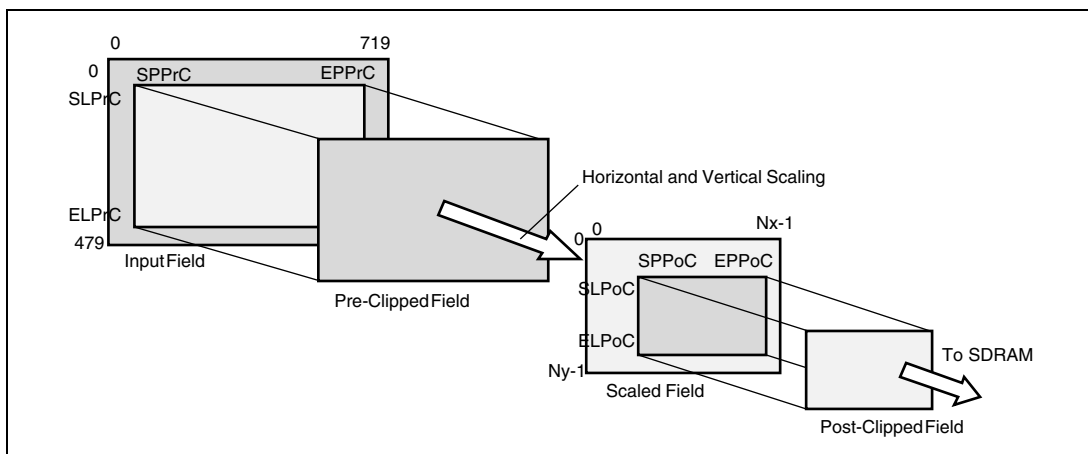

図 13.5 クリッピングの例
水平、垂直スケーリング後、Start Line Post-Clip (SLPoC)、End Line Post-Clip (ELPoC)、Start Pixel Post-Clip (SPPoC) および End Pixel Post-Clip (EPPoC) レジスタの設定値によりポストクリッピングされます。サイズクリッピングの例を図 13.5 に示します。
ここですべてのポストクリップラインに関して、メモリにライトされる各ラインの長さが Image Stride (IS) レジスタで定義され、ポストクリップされたフレーム幅より大きくは設定できますが、小さくはできません。IS レジスタには、水平方向のポストクリップ幅より大きい値を設定してください。また図 13.5 の Input Field はビデオデコーダからの有効な画像領域を示しており、本モジュールではこの画像領域以上の取り込みはできません。